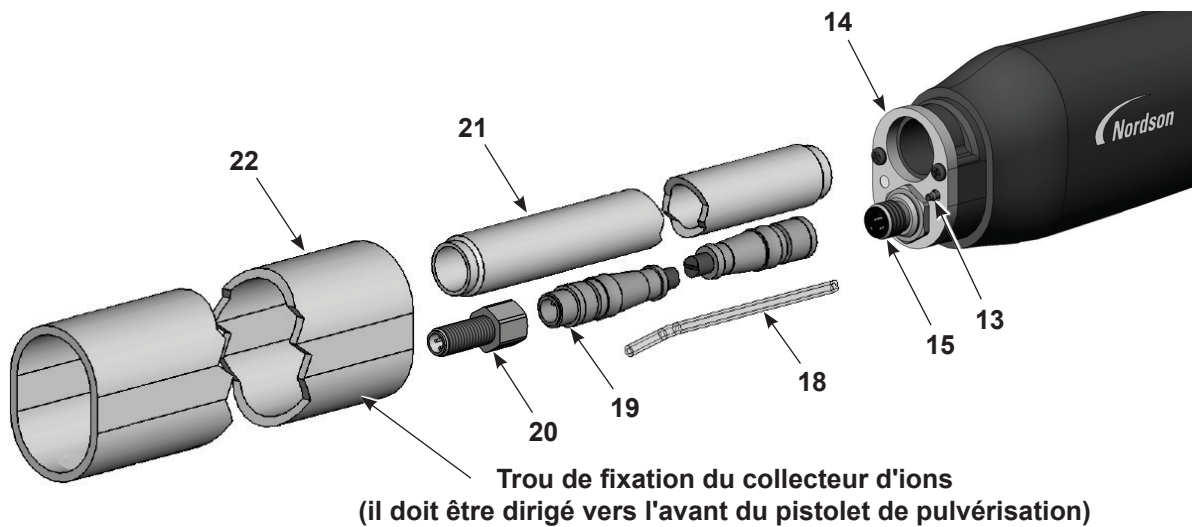
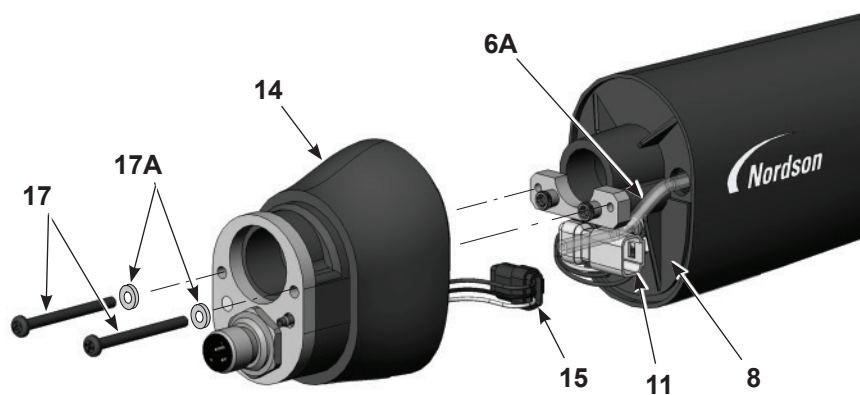
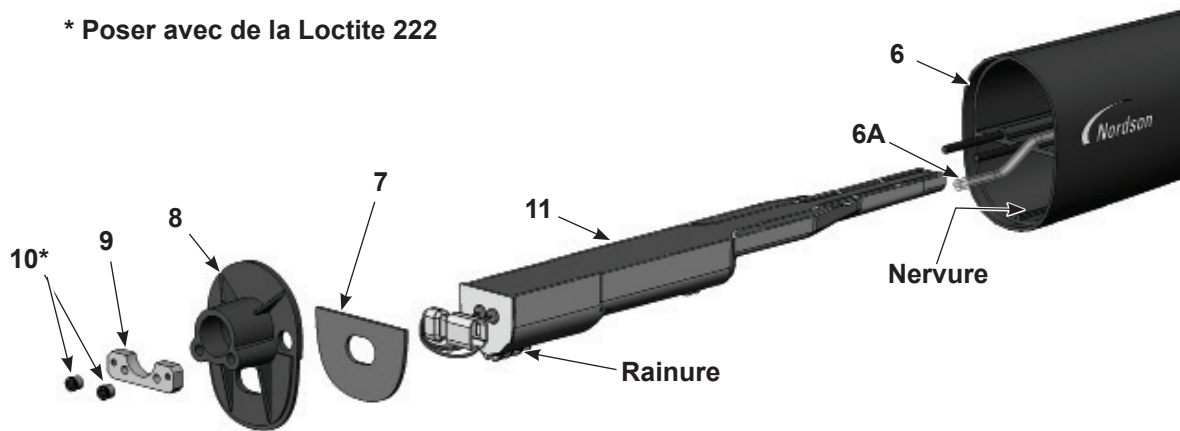

Figure 7-3 Démontage du pistolet à fixation sur tube 2 sur 5
Figure 7-4 Démontage du pistolet de pulvérisation à fixation sur tube 3 sur 5
Figure 7-5 Démontage du pistolet de pulvérisation à fixation sur tube 4 sur 5
7. Voir la Figure 7-3. Retirer le tube de fixation (22) de l'arrière du corps (14) et au-dessus du tube de serrage (21).
9. Débrancher le câble prolongateur (19) du faisceau de la prise (15).
10. Débrancher le tuyau à air transparent de 4 mm (18) du raccord cannelé (13).
11. S'il faut remplacer le câble prolongateur, retirer sa prise (20). Si non, les laisser branchés.
12. Voir la Figure 7-4. Retirer les deux vis à six pans creux (17) et les rondelles freins (17A) de l'arrière du corps du pistolet de pulvérisation (14).
13. Tirer prudemment l'arrière du corps du pistolet de pulvérisation suffisamment loin de la paroi de séparation (8) pour débrancher le faisceau d'alimentation électrique (11) du faisceau de la prise (15) et le tuyau de l'ensemble filtre (6A) du raccord cannelé à l'intérieur de l'arrière du corps.
14. Voir la Figure 7-5. À l'aide d'une clé Allen de 1/8", retirer les deux vis à six pans creux (10) et la plaque taraudée (9) de la paroi de séparation (8). Retirer ensuite la paroi de séparation du corps du pistolet de pulvérisation (6) en faisant passer le faisceau d'alimentation électrique à travers celle-ci.
15. Faire glisser le bloc d'alimentation électrique (11) hors du corps du pistolet de pulvérisation.
17. Le joint (7) est collé à la paroi de séparation avec un adhésif autocollant. Remplacer le joint par un neuf s'il est endommagé.
1. Voir la Figure 7-5. Installer le bloc d'alimentation électrique (11) dans le corps du pistolet de pulvérisation (6) en adaptant les nervures du corps du pistolet dans les rainures sur le bloc d'alimentation. Insérer fermement le bloc d'alimentation électrique dans le corps du pistolet de pulvérisation.
2. Faire passer le faisceau d'alimentation électrique à travers la paroi de séparation (8), puis monter la paroi de séparation et la plaque taraudée (9) sur les goujons du corps du pistolet de pulvérisation. Appliquer du vernis bloque-écrou Loctite 222 sur les écrous à six pans (10) et les visser sur les goujons. Serrer les écrous à 0,45 N•m (64 inch-ounces) avec une clé Allen de 1/8".
3. Voir la Figure 7-4. Raccorder le faisceau de la prise (15) au faisceau d'alimentation électrique (11). Faire entrer les connecteurs du faisceau (11, 15) dans l'arrière du corps du pistolet dans les positions illustrées.
4. Raccorder le tuyau de l'ensemble filtre (6A) au raccord cannelé à l'intérieur de l'arrière du corps. Faire passer un éventuel supplément de tuyau transparent dans le corps du pistolet de pulvérisation, puis monter l'arrière du corps sur la paroi de séparation avec les vis (17) et les rondelles frein (17A).
5. Voir la Figure 7-3. Visser le tube de serrage (21) dans l'arrière du corps (14).
6. Raccorder le câble prolongateur (19) au faisceau de la prise dans l'arrière du corps.
7. Raccorder le tuyau transparent de 4 mm (18) au raccord cannelé sur l'arrière du corps.
8. Orienter le tube de fixation (22) avec le trou du collecteur d'ions dirigé vers l'avant du pistolet de pulvérisation.
9. Voir la Figure 7-3. Raccorder le câble prolongateur (19) à la prise (20) dans le capuchon terminal (23).
11. Monter le capuchon terminal sur le tube de fixation en faisant passer le tube de serrage (21) et le tuyau transparent de 4 mm (18) à travers le capuchon terminal.
12. Fixer la prise (20) au capuchon terminal avec la rondelle frein et l'écrou.
13. Visser l'écrou du tube de serrage (24) sur le tube et le serrer fermement.
14. Monter le raccord union (25) sur le tuyau transparent de 4 mm.